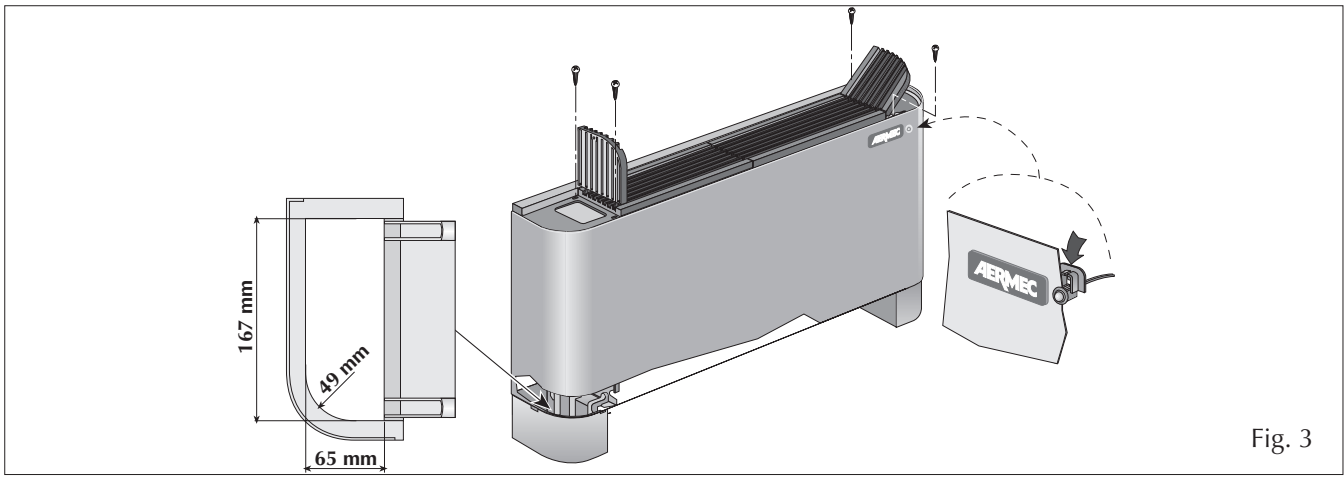

Fig. 3
- Gehäuse durch Losdrehen der Schrauben (Abb. 3) abnehmen.